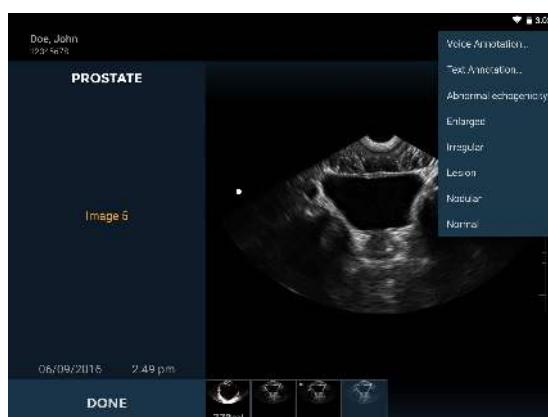

Fig. 4.2 Anmærkningsliste
- Vælg mellem foruddefinerede sæt af bemærkninger eller vælg tekst eller stemmeanmærkning for tilpassede bemærkninger (Fig. 4.2).